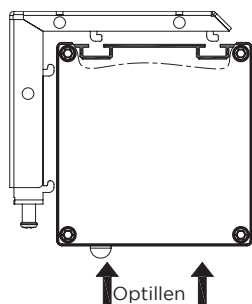

Afbeelding 6
3. Draai voor de installatie de borgschroef linksom los om de verticale borghaak te ontgrendelen en schuif deze omlaag naar de rand van de langwerpige sleuf. Schuif vervolgens de horizontale vergrendelingshaak naar buiten in de richting van de buitenste rand. (afb. 6 en 7)